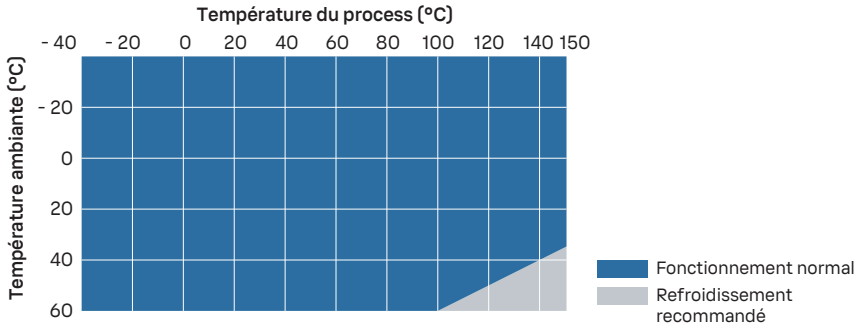

Figure 20 Température de process et refroidissement recommandé
- Utilisez un refroidissement supplémentaire conformément à Figure 20 \(page 110\). Notez que les valeurs de la figure sont indicatives. Le refroidissement requis dépend de l'emplacement d'installation et de l'environnement.